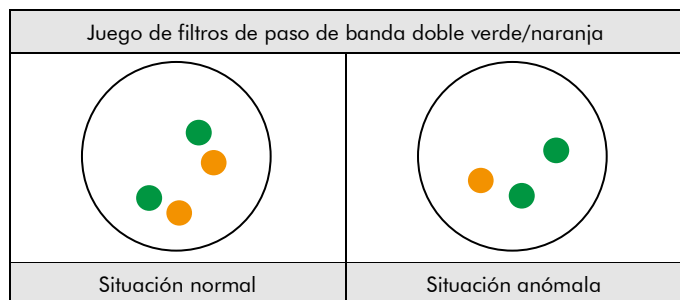

Fig. 2: Resultados previstos en núcleos normales y anómalos
**Situación normal:** En las interfases de células normales o células sin una deleción que afecte a la región del locus de 19q13, aparecen dos señales naranjas y dos verdes (ver Fig. 2).
**Situación anómala:** En una célula con deleción que afecta al locus 19q13, se observará un número reducido de señales naranjas. Las deleciones que afectan solo a partes del locus 19q13 pueden dar lugar a un patrón de señal normal con señales naranjas de tamaño reducido (ver Fig. 2).